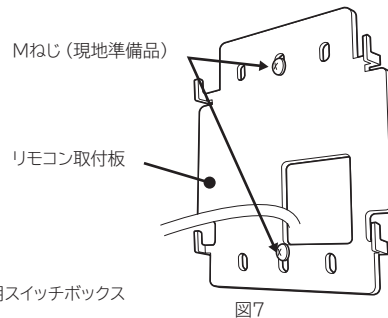

図7
- (3)リモコン取付板をスイッチボックスの取付ねじ穴に合わせ、Mねじ（現地準備品）で固定してください。（図7）